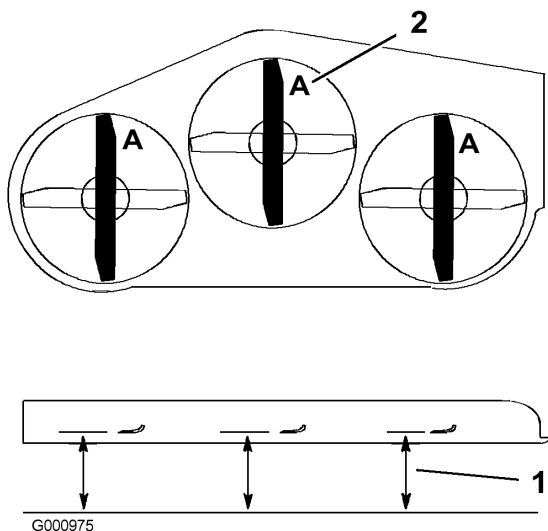

Figura 75
3. Gire las cuchillas hasta que los extremos estén orientados hacia adelante y hacia atrás (Figura 75). Mida desde una superficie nivelada hasta el filo de corte, posición **A**, de las cuchillas (Figura 75). Anote esta dimensión.